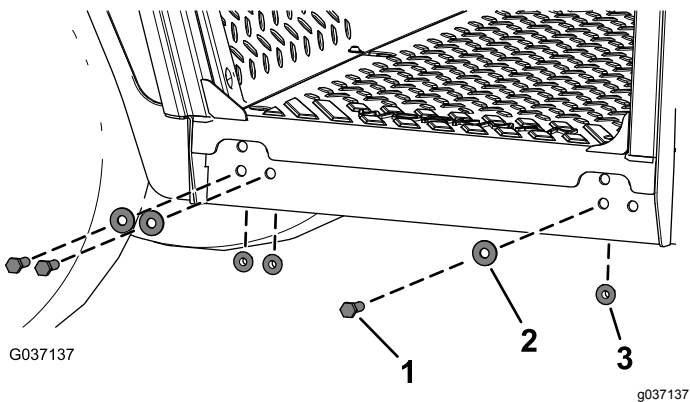

Figur 11
5. Lyft hyttramnen med hjälp av lyftpunkterna och placera den på maskinen (Figur 11).